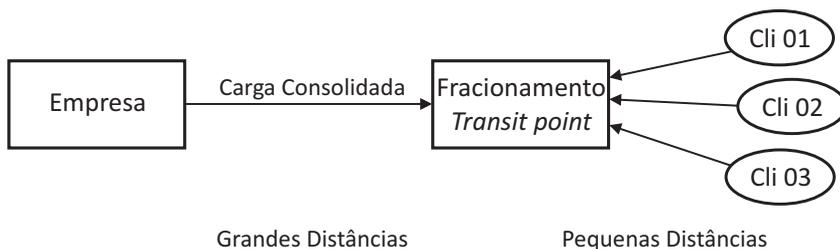

Figura 14: Transit point – Fracionamento
- ▶ No **fracionamento**, Figura 14, você pode observar o processo de transporte de carga fracionada. Uma fábrica ou uma organização, por exemplo, uma *trading* importadora, remete a carga consolidada ao armazém, fechada, para um veículo de um transporte e, no armazém, normalmente mais perto dos principais clientes, a carga é fracionada e despachada para os clientes em veículos menores.